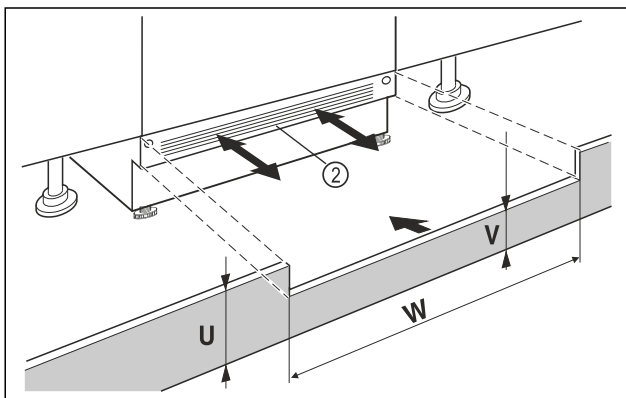

Fig. 88 Esimerkkikuva
- ▶ Aseta laitesokkelireunus Fig. 88 (2) paikoilleen, mutta älä kiinnitä sitä vielä.
- ▶ Jos sokkelireunus on näkyvässä Fig. 88 (2), vedä se niin pitkälle eteenpäin, että tuuletusristikon ja kalustesokkelireunuksen etureuna muodostavat tason.
- ▶ Jos sokkelireunus on piilotettu Fig. 88 (2), työnnä se täysin taakse.
- ▶ Varmista, että tuuletusraot ovat täysin vapaina: Leikkaa tarvittaessa pois kalustesokkelireunuksen Fig. 88 (U) korkeudesta!
- ▷ Sovita syvennyksen leveydeltä Fig. 88 (W) reunakorkeus Fig. 88 (V) laitesokkelireunuksen alla Fig. 88 (2).